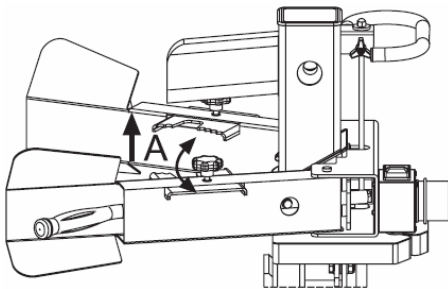

Abb.16: b) Einstellen der Holzhalter (A)
b) Stellen Sie die Holzhalter (A) entsprechend dem Durchmesser des Holzabschnitts ein, damit der Winkel der Bedienhebel möglichst optimal ist (Abb. 16).